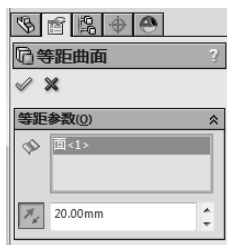

图 6-60 设置等距曲面属性
- [3] 设置等距曲面属性，在“等距参数”中选择“面<1>”，在“等距距离”中输入“20.00mm”，单击【反转】按钮来更改等距的方向，如图 6-60 所示。